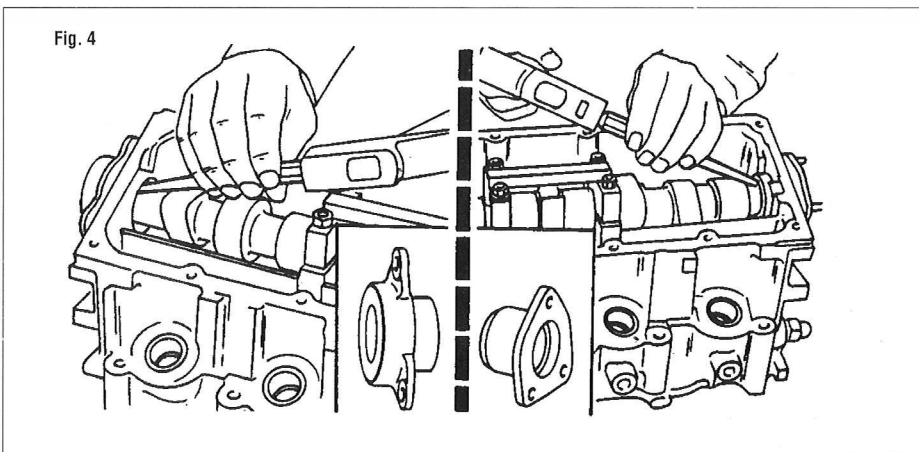

Fig. 4
- Desapertar os parafusos de fixação do apoio dianteiro da árvore de cames no carter traseiro de protecção da correia dentada (Fig. 4).